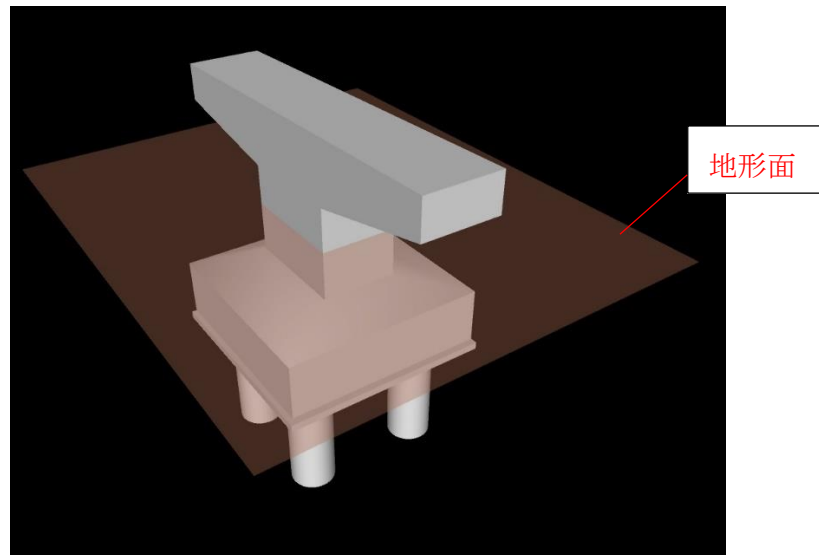

図 5-3 下部工 3DA モデルの地形面の表示例
- 3 次元投影図上で、計画高水位や地形面等を表示する際は、サーフェスモデルを作成し、必要となる範囲だけを表示することが望ましい。表示の際は、透過して表示することが望ましい（図 5-3 参照）。